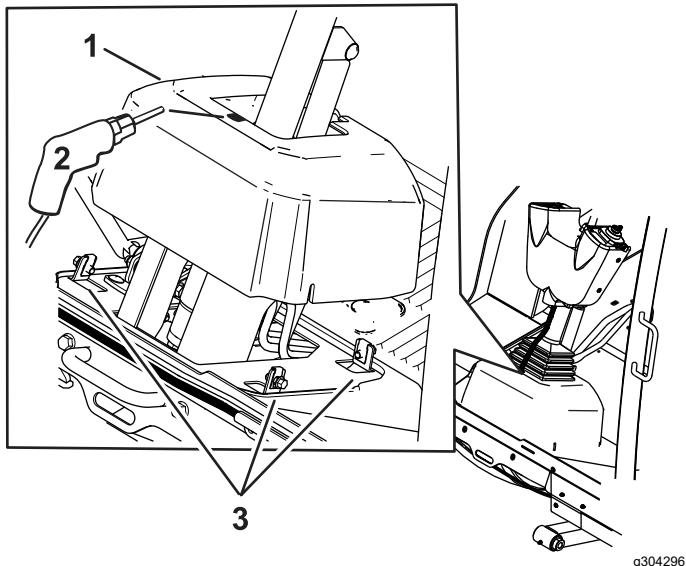

**Figura 8**
7. Enchufe el arnés de cables en el relé y el intermitente (Figura 8).